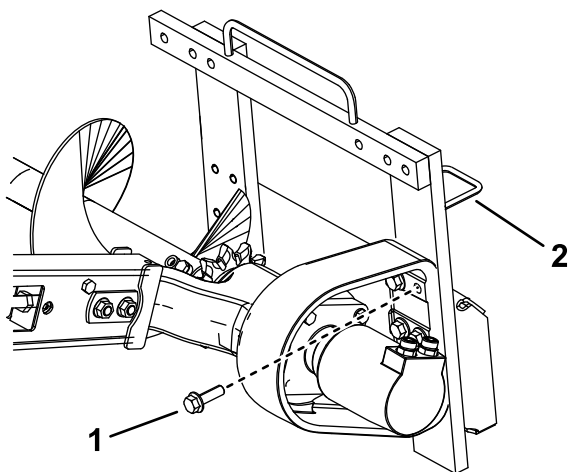

Figure 8
3. Retirez les 6 boulons qui fixent la tête de la trancheuse au bâti (Figure 8).
11. Transférez les flexibles situés dans le guide en haut de la trancheuse au guide situé sur le côté gauche (Figure 8).